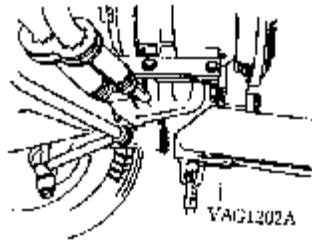

图 2-16 松开发动机和变速器的连接
(16) 用装配吊架 V.A.G1202A 将发动机和变速器顶起,拧下发动机和变速器下部连接螺栓,如图 2-16 所示。